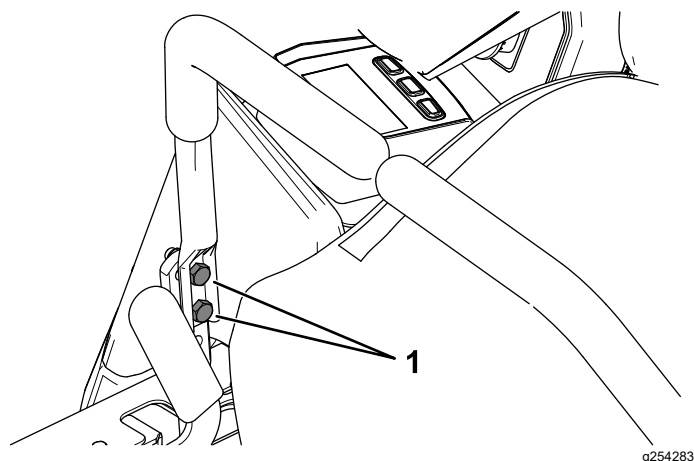

Рисунок 48
10. Если требуется выравнивание, ослабьте 2 крепежных болта рычага управления движением на стороне, где нарушено выравнивание (Рисунок 48).
12. Затяните 2 крепежных болта рычага управления движением (Рисунок 48).